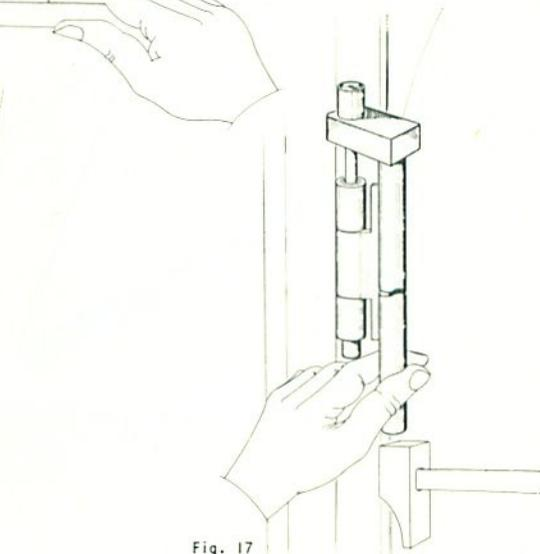

Fig. 17
— Présenter l'outil Wilmonda DOC sur l'axe de la charnière inférieure, visser la bague filetée bien à fond (colle-rette côté axe de charnière), utiliser la bague filetée, puis à l'aide de l'outil en forme de pied de biche et d'un marteau, déposer l'axe de la charnière inférieure (fig. 17).
REPLACEMENT D'UN JOINT CAOUTCHOU C D'ETANCHEITE D'ENCA DREMENT DE PORTE (fig. 17 A, 17 B, 17 C, 17 D)
— A l'aide de l'outil spécial (fig. 17 A) redresser le bord (A) du profilé et dégager le caoutchouc pouvant être resté dans la gorge. Redresser correctement le bord (A) sur le pourtour de l'encadrement de porte.
— A l'aide d'un jet en bois de préférence, rabattre d'abord le bord de tôle (A) puis le bord (B) pour obtenir un positionnement après sertissage comme indiqué figure 17 D.